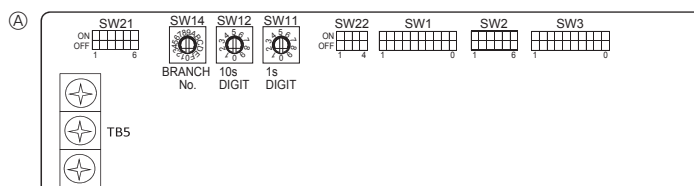

Fig. 5-6
5.5. Configuration des adresses (Fig. 5-6)
5.6. Réglage du commutateur pour haut plafond ou en cas de modification du nombre de sorties d'air (Fig. 5-6)
5.7. Détection de la température ambiante à l'aide du capteur intégré de la commande à distance (Fig. 5-6)